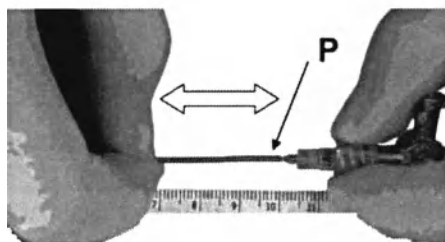

Рис. 25: Положение 1А
- В случае если изделие нельзя извлечь путем проталкивания вращающего устройства (Т), рекомендуется удлинить толкатель на 2 см рядом с «У»-переходником. Это ослабит удерживающие нити и изделие (А) высвободится. Рис. 25 – 28.